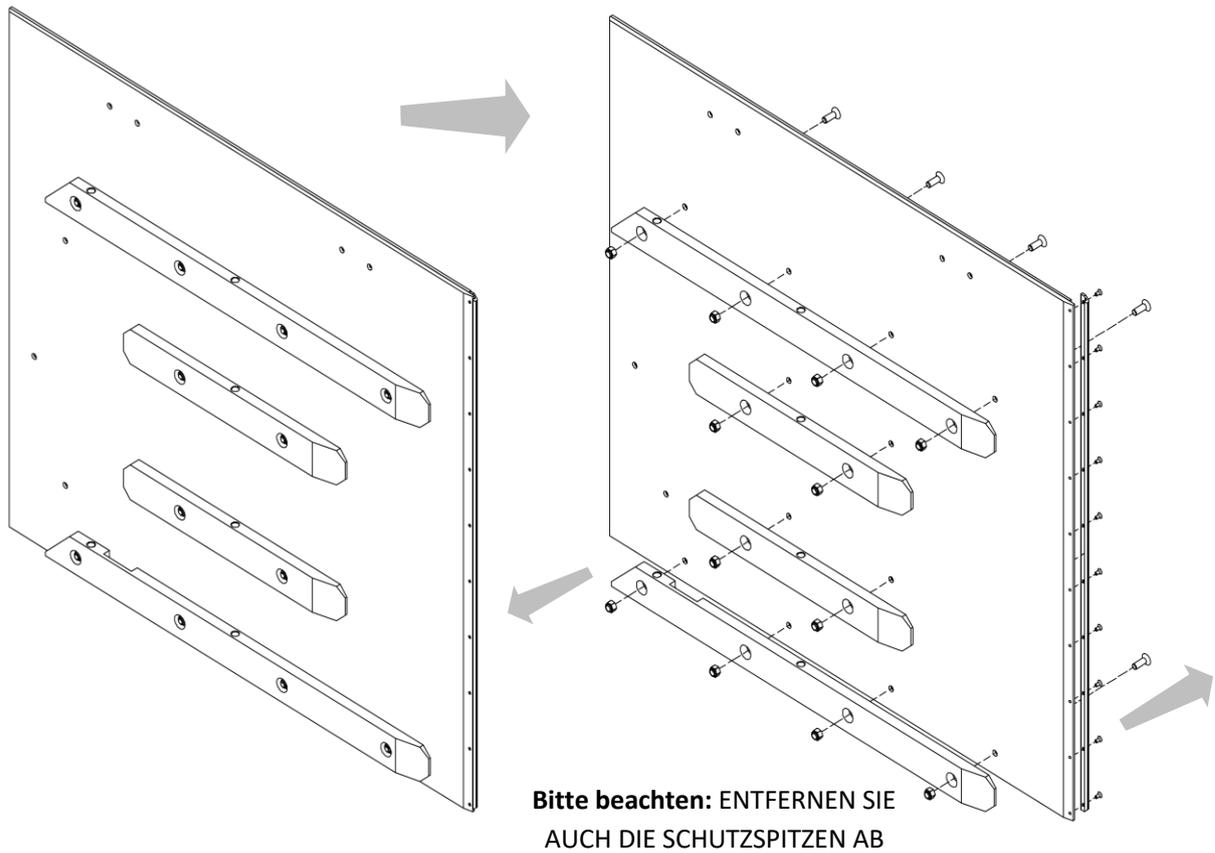

Abbildung 71
- Schrauben Sie Befestigungsplatten von den Klappen (siehe *Abbildung 71*), und achten Sie möglicherweise zwischen den Platten und der Klappe eingesetzte Abstandhalter.